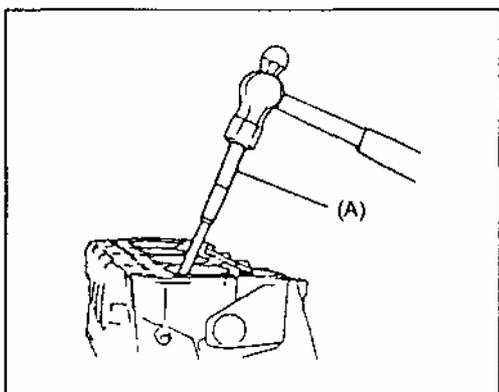

Рис. 98
6) Вытолкните направляющую втулку клапана со стороны камеры сгорания в направлении пружины клапана при помощи специального инструмента (съёмник втулки клапана) (Рис. 98).